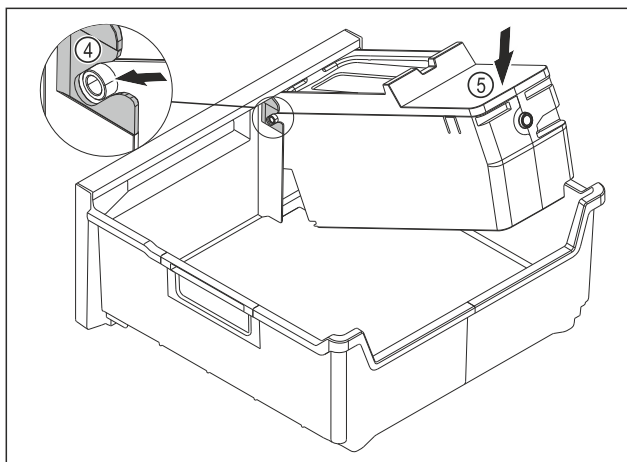

Fig. 93
- ▶ Montáž korpusu EasyTwist-Ice: Osy korpusu EasyTwist-Ice zasuňte do vedení Fig. 93 (4).
- ▶ Stlačte korpus EasyTwist-Ice Fig. 93 (5) vzadu dolů.